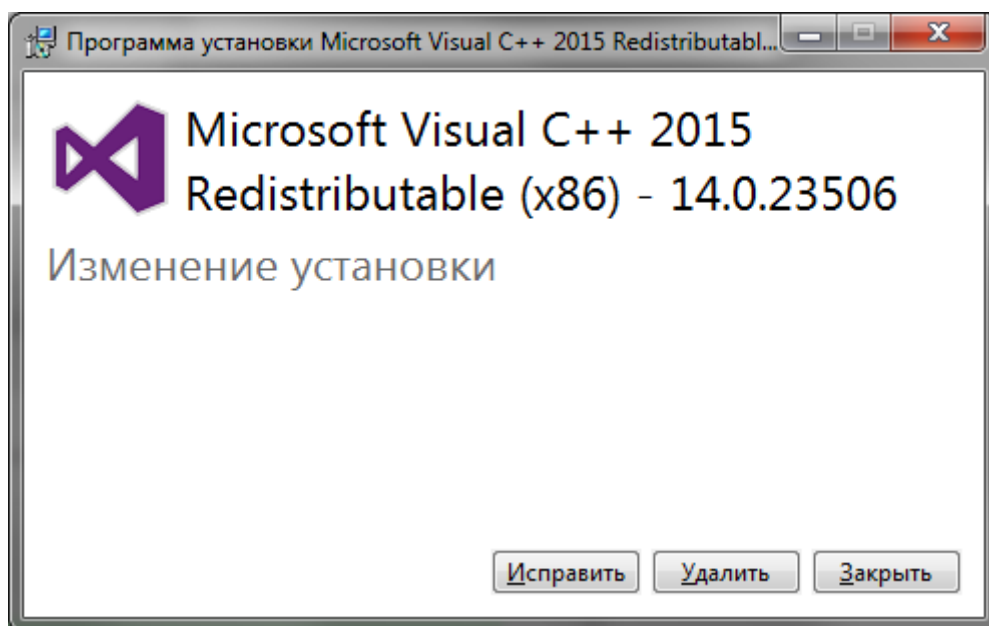

Рисунок 3.12 – Окно программы установки **«Microsoft Visual C++ 2015 Redistributable (x86)»**
**Примечание.** При повторной установке редактора переустановка компонента не требуется. В окне программы установки **«Microsoft Visual C++ 2015 Redistributable (x86)»** нужно нажать кнопку **«Заккрыть»** (Рисунок 3.12).